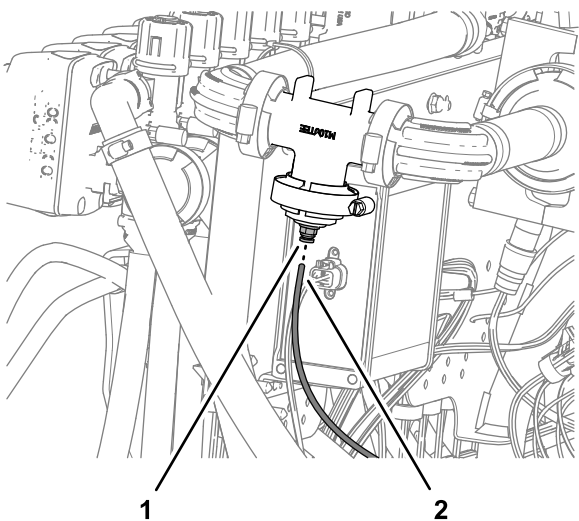

图136
1. 将仪表板内压力计压力传感管塑料的末端与管子连接器的锁环对齐 图136。
2. 将传感管插入锁环直至管子完全入位 图136。